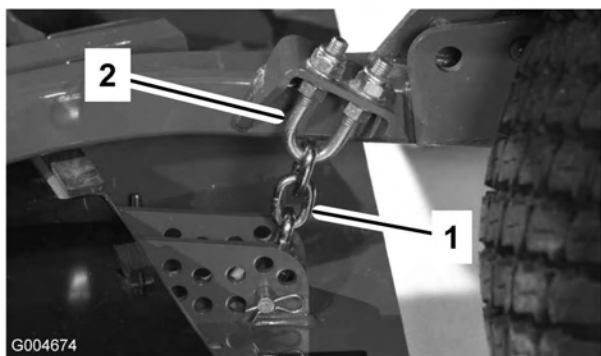

Figura 77
1. Afloje las contratuercas de la parte superior o inferior del perno en U de la cadena de altura de corte (Figura 77).